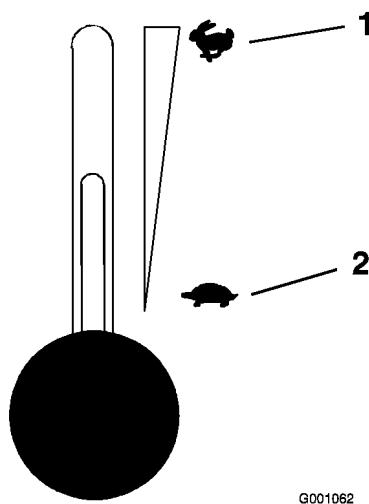

Bild 14
2. Bewegen Sie den Gasbedienungshebel in die Mittelstellung zwischen Langsam und Schnell (Bild 14).